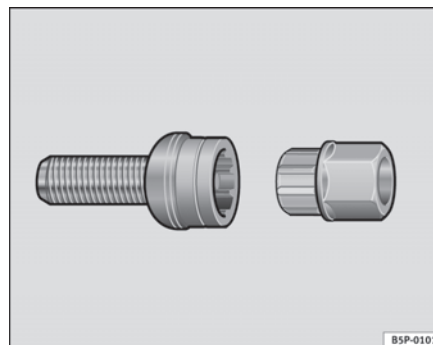

Fig. 176 Låsebolt
- Sæt adapteren helt på hjulbolten ⇒ fig. 176.